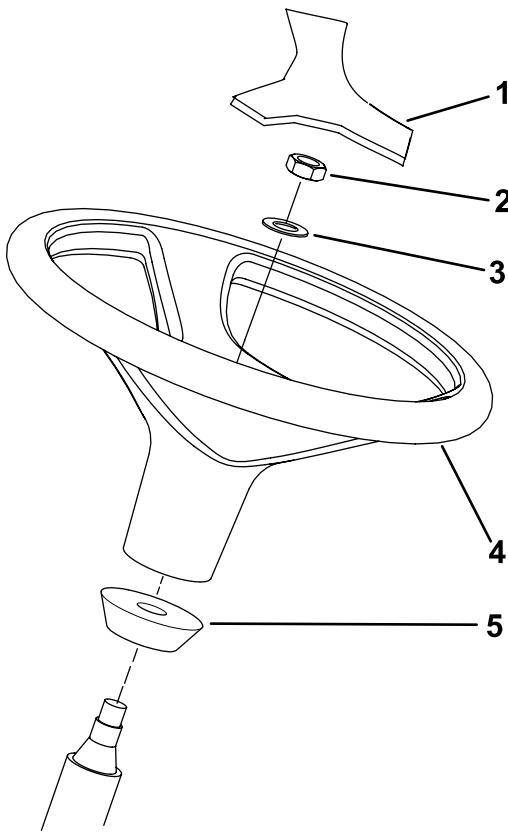

Bild 14
1. Nehmen Sie das Lenkrad von der Versandpalette ab (Bild 14).
Hinweis: Stellen Sie sicher, dass der Schaumkragen auf der Lenkwelle verbleibt (Bild 14).
3. Ziehen Sie das Lenkrad und die Scheibe auf die Lenkwelle auf (Bild 14).
5. Befestigen Sie die Abdeckung am Lenkrad (Bild 14).